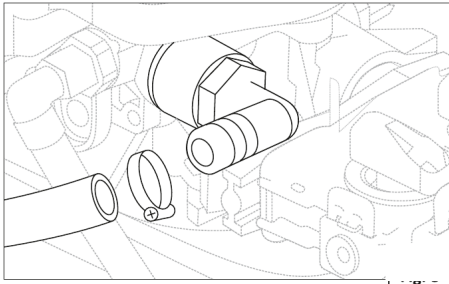

Abb. 9.9 – Ablaufschlauch am Ablaufwinkel
9. Schließen Sie den Ablaufschlauch an den am Ventil montierten Ablaufwinkel an. **Hinweis:** Das aus dem Winkel austretende Wasser steht unter Druck; sichern Sie die Verbindung mit einer Schlauchschelle. Der Ablaufschlauch darf nicht geknickt, verdreht oder mechanisch beschädigt sein (Abb. 9.9).